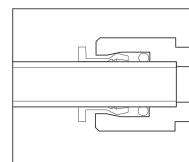

Fig.2
- ▷ Upewnić się, że wąż został wcisnięty do końca (rys. 2).